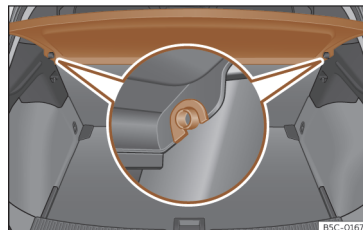

Fig. 118 En el maletero: desmontar y montar la bandeja.
- Desencaje la bandeja de los soportes laterales >>> **fig. 118** tirando de ella hacia arriba y extraiga la bandeja.
- Introduzca la bandeja horizontalmente haciendo coincidir la "herradura" sobre el eje de los soportes >>> **fig. 118**, y presione hacia abajo hasta que encastre.